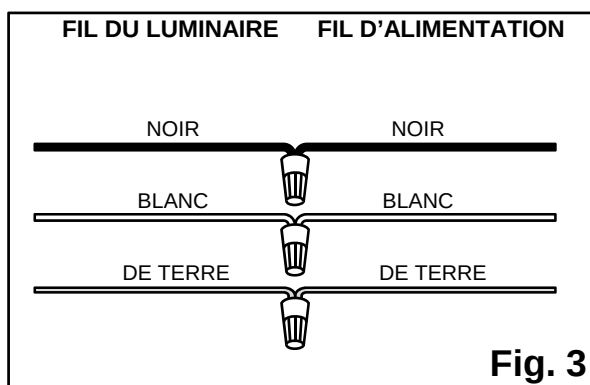

Fig. 3
3. Saque los cables de alimentación de la **caja de alimentación**. Conecte el **cable de alimentación negro** al **cable del luminario negro** con una **tuerca para cables**. Conecte el **cable de alimentación blanco** al **cable del luminario blanco** con una **tuerca para cables**. Conecte el **cable de tierra del luminario** y el **cable de tierra de alimentación** juntos usando una **tuerca para cable**. Envuelva todas las conexiones de cables con cinta aislante para una conexión más segura. (Fig. 3) Si usa un atenuador, conecte el **cable púrpura del atenuador** al **cable púrpura del luminario** con una **tuerca para cable**. Conecte el **cable gris del atenuador** al **cable gris del luminario** con una **tuerca para cable**. (Fig. 4) Introduzca con cuidado todos los cables y conexiones de cables en la caja de salida.
3. Tirez les fils d'alimentation hors de la **boîte de sortie**. Connectez le **fil d'alimentation noir** au **fil noir du luminaire** à l'aide d'un **capuchon de connexion**. Connectez le **fil d'alimentation blanc** au **fil blanc du luminaire** à l'aide d'un **capuchon de connexion**. Connectez le **fil de mise à la terre de l'appareil** et le **fil de mise à la terre d'alimentation** ensemble à l'aide d'un **capuchon de connexion**. Enroulez toutes les connexions de fils avec du ruban isolant pour une connexion plus sécurisée. (**Fig. 3**) Si vous utilisez un variateur, connectez le **fil violet du variateur** au **fil violet du luminaire** à l'aide d'un serre-fil. Connectez le **fil du gradateur gris** au **fil gris du luminaire** à l'aide d'un serre-fil. (**Fig. 4**) Rentrez soigneusement tous les fils et connexions de fils dans la **boîte de sortie**.